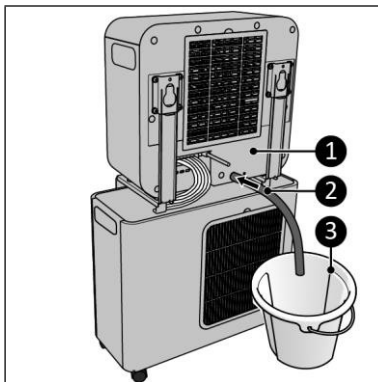

Figura 14
7. Collegare il tubo di scarico dell'acqua di condensa (Figura 14, pos. 2) alla parte posteriore dell'unità interna (Figura 14, pos. 1).
8. Inserire il tubo di scarico dell'acqua di condensa (Figura 14, pos. 2) in un secchio (Figura 14, pos. 3).
2. Collegare il tubo di scarico dell'acqua di condensa (Figura 14, pos. 2) alla parte posteriore dell'unità interna e inserirlo in un secchio (Figura 14, pos. 3).